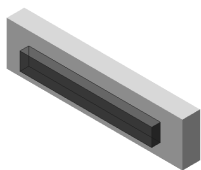
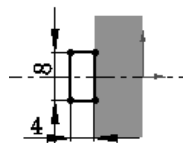

图 4.3.12 凸台-拉伸 2
图 4.3.13 横断面草图
(4) 单击  按钮，完成凸台-拉伸 1 的创建。
Step3. 创建图 4.3.12 所示的零件特征——凸台-拉伸 2。
(1) 选择命令。选择下拉菜单 **插入(I)** → **凸台/基体(B)** → **拉伸(E)...** 命令，或单击“特征”工具栏中的  按钮。
(2) 定义特征的横断面草图。
- ① 定义草图基准面。选取右视基准面作为草图基准面。
- ② 定义横断面草图。在草绘环境中绘制图 4.3.13 所示的横断面草图。